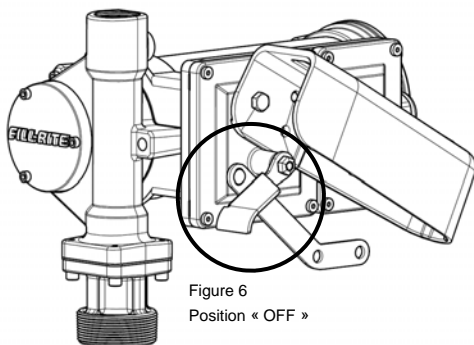

Figure 6
6. Amener le levier de commutation sur la position « OFF » (Figure 6) pour mettre la pompe hors tension.